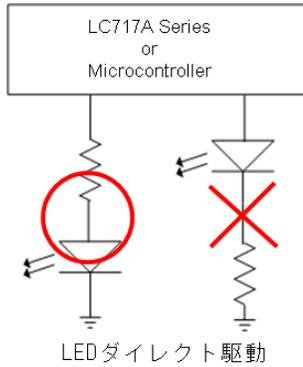

Figure 28.
2. LEDを駆動するための制限抵抗は下図で示した位置へ接続することを推奨します(Figure 28)。